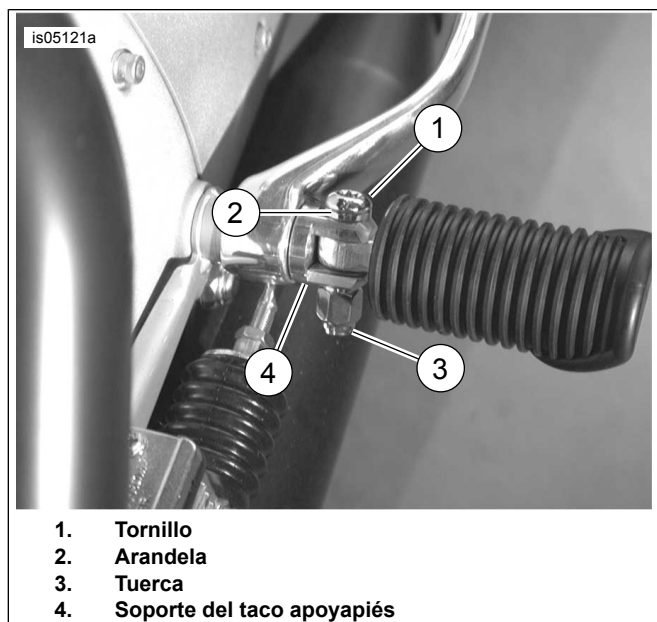

Figura 2. Instalación del tornillo del taco apoyapiés
2. Figura 2 Instale el taco apoyapiés con la arandela **nueva** (2) y tornillo (1).
3. Instale la tuerca **nueva** (3). Apretar.